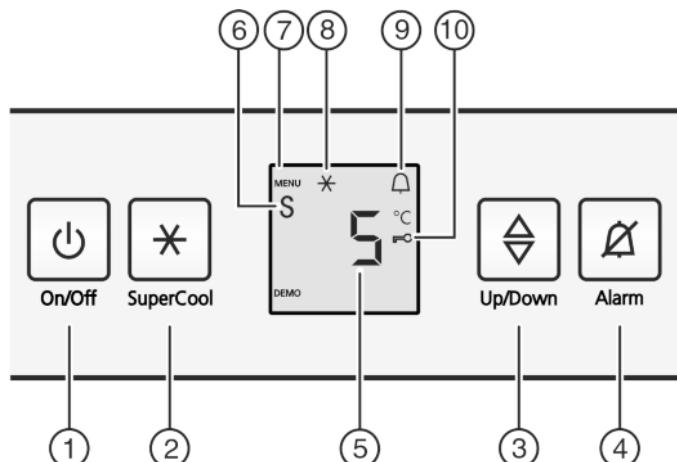

Fig. 2
- Нажать кнопку On/Off Fig. 2 (1).
- Активация режима настройки: удерживайте кнопку SuperCool Fig. 2 (2) прим. 5 с.
- Символ меню Fig. 2 (7) горит.
- С помощью клавиши настройки Fig. 2 (3) выберите **с**.
- Коротко нажмите кнопку SuperCool Fig. 2 (2) для подтверждения.
- Для включения защиты от детей коротко нажмите клавишу SuperCool Fig. 2 (2).
► Символ "Защита от детей" Fig. 2 (10) горит. На индикации мигает **с.**
- Для выключения защиты от детей коротко нажмите клавишу SuperCool Fig. 2 (2).
- Символ защиты от детей Fig. 2 (10) гаснет. На индикации мигает **с.**
- Выход из режима настройки: нажмите кнопку On/Off Fig. 2 (1).
- Нажмите кнопку Alarm Fig. 2 (4).
- Светится символ Меню Fig. 2 (7).
- Чтобы вызвать функцию режима Sabbath: нажмите и сразу отпустите кнопку SuperCool Fig. 2 (2).
- Для включения режима Sabbath нажмите и отпустите кнопку SuperFrost Fig. 2 (2).
- Для выключения режима Sabbath нажмите и отпустите кнопку SuperFrost Fig. 2 (2).
- Выход из режима настройки: Нажать кнопку On/Off Fig. 2 (1).
- На индикаторе температуры показывается символ режим Sabbath Fig. 2 (6) до тех пор, пока активен режим Sabbath.
- Активация модуля регулировки температуры: нажмите кнопку настройки Fig. 2 (3).
- Температуру меняйте ступенями по 1 °C: нажмайтe кнопку настройки Fig. 2 (3) до тех пор, пока на индикаторе температуры не будет высвеченa требуемая температура.
- Коротко нажмите кнопку SuperCool Fig. 2 (2).
- На индикации горит символ SuperCool Fig. 2 (8).
- Символ SuperCool Fig. 2 (8) на индикации гаснет.